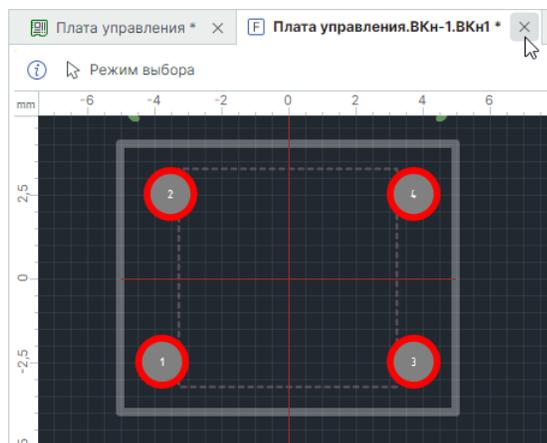

Рис. 161 Закрытие редактора без сохранения
4. Закройте редактор посадочных мест без сохранения (несохраненный документ в окне редактора отмечен звездочкой (\*)), см. Рис. 161.